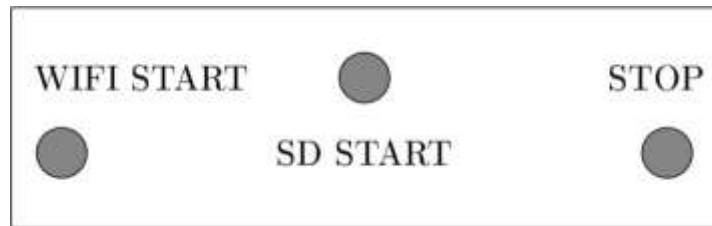

Figura 11: pulsanti virtuali, azionabili con un piccolo magnete, presenti sul pannello di controllo sulla parete laterale dell'unità di controllo
- Quando il LED verde "OK" è acceso fisso o lampeggiante è possibile avviare la registrazione dei dati avvicinando il magnete in dotazione al tasto virtuale "SD START" sulla parete laterale dell'unità elettronica (figura 11). Appena si preme "SD START" il LED verde "OK" comincia a lampeggiare molto lentamente, poi si spegne completamente per ridurre i consumi della batteria e per rendere meno evidente la presenza dell'inclinometro